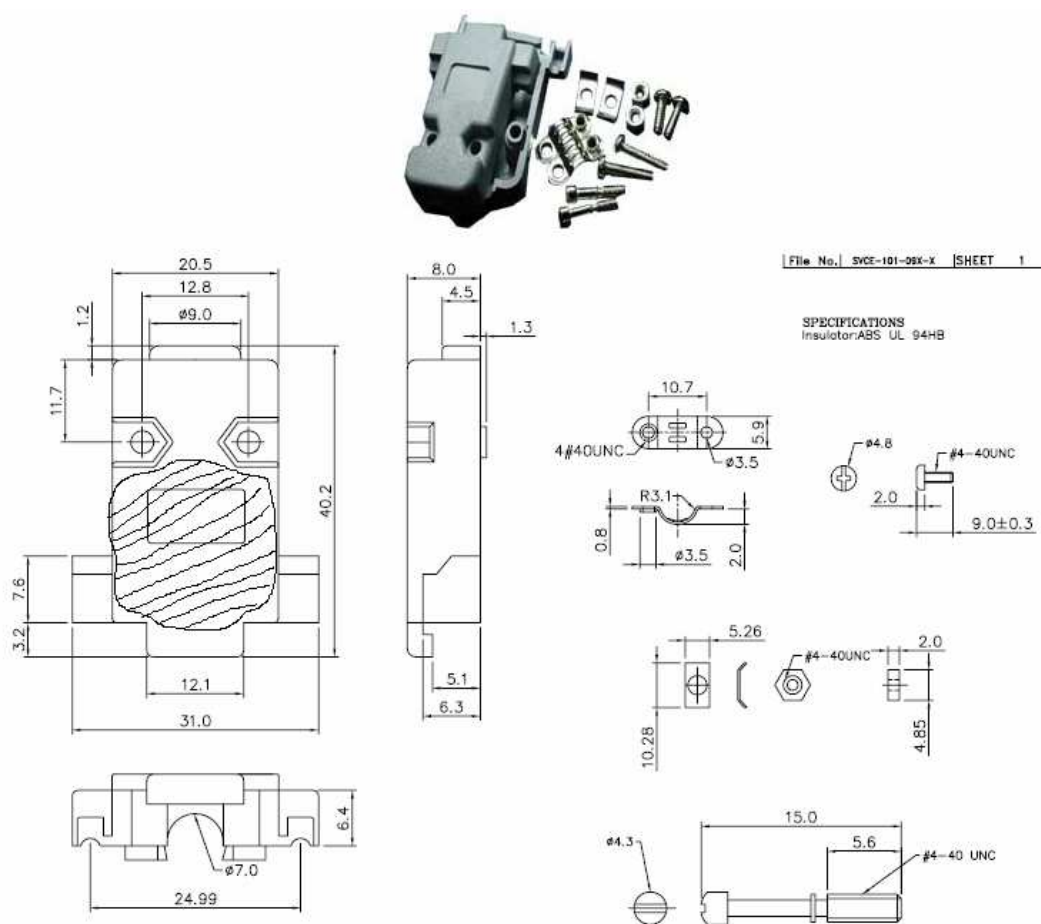

Figura 13. Carcasa conectorului DB9
d) **Placa modului de conversie** trebuie montata in carcasa unui conector de tip DB9 (**figura 13**). Componentele utilizate sunt de tip SMD, amplasate convenabil pe ambele fete ale placii.